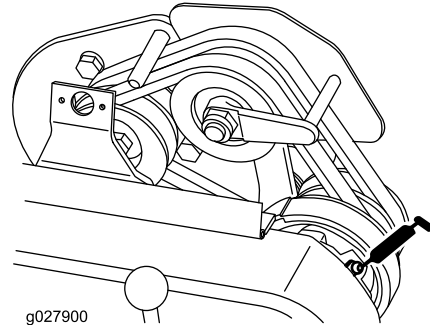

Figure 27
- 1 sur les pivots de la poulie de tension de courroie (Figure 27).